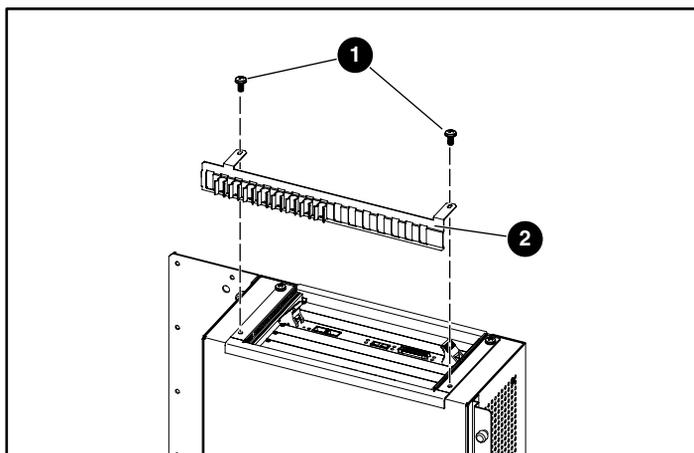

Figure 15 : Installation de la bride supérieure
❶ Vis
2. Installez la bride supérieure sur la cage d'extension à l'aide des deux vis que vous avez retirées à l'étape 1 (reportez-vous à la Figure 15).